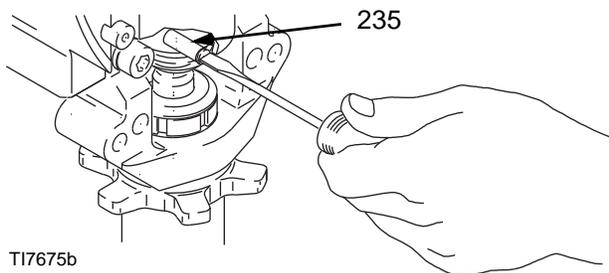

FIG. 16
5. FIG. 16. Utilice un destornillador para extraer el muelle de retención y el pasador (235).
2. FIG. 16. Introduzca el pasador (235) en el orificio e introduzca el muelle de retención en la ranura hasta que rodee completamente la biela.